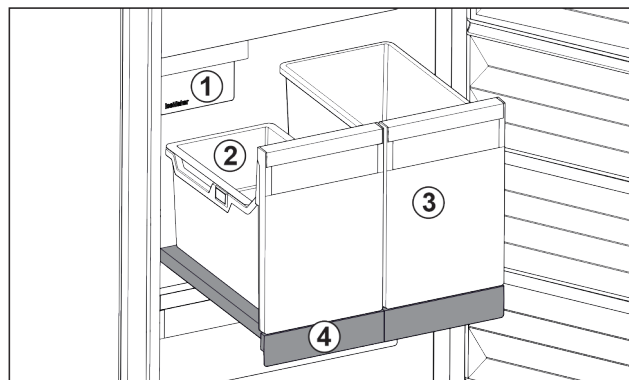

Fig. 22 Vysouvací přihrádka s IceTower
- (1) IceMaker
- (2) Závěsná miska pro kostky ledu
- (3) Nádoba např. pro pizzu, alkoholické nápoje
- (4) Vysouvací přihrádka
Na vysouvací přihrádce jsou dvě vysoké nádoby (IceTower). V nádobě Fig. 22 (2) se shromažďují a skladují kostky ledu z IceMaker. Nádoba Fig. 22 (3) se hodí pro skladování vysokých potravin jako pizzy nebo alkoholické nápoje.